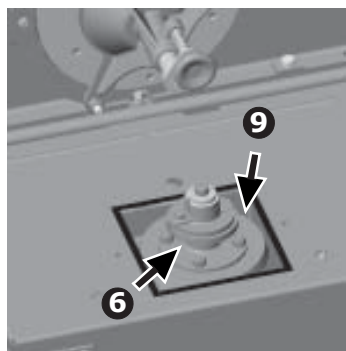

fig.86
1 graxeira (fig.86), lubrificar diariamente.
- 9 ENGRENAGENS DE TROCA DE CORTE (fig.86) lubrificá-las diariamente.